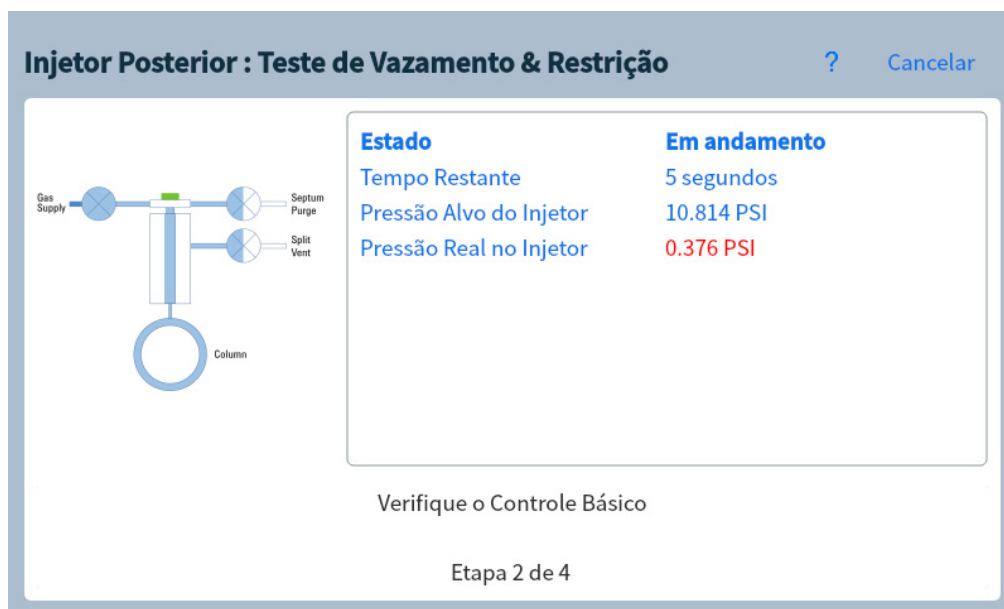

Figura 43. Página Teste de Vazamento e Restrição
- 3 Selecione **Iniciar Teste**. O teste é iniciado. Os detalhes do teste são exibidos juntamente com os resultados do teste. Consulte **Figura 43**.